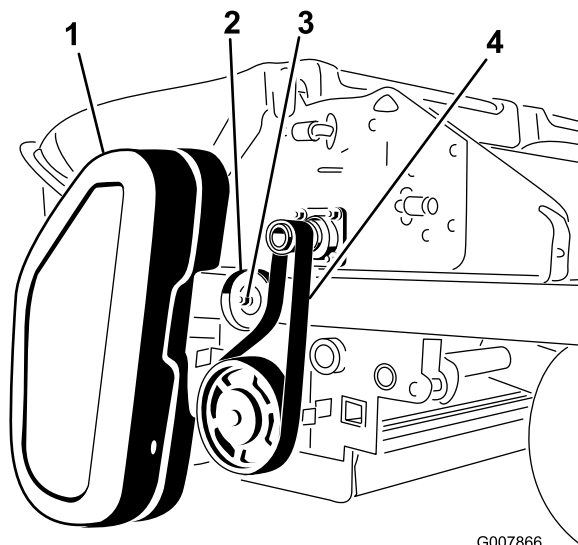

Figure 57
1. Retirez le couvercle de courroie (Figure 57).
2. Desserrez l'écrou sur la poulie de tension (Figure 57).
3. Déchaussez la courroie de l'arbre du hacheur et de la poulie de la brosse (Figure 57).